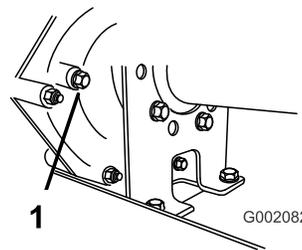

Figura 64
- 2. Retire el perno del orificio indicador del nivel (Figura 64).